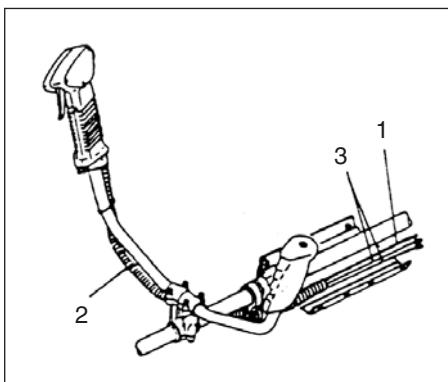

Fig. 1-3
Plaats de stopkabels (3) en de gaskabel (1) door de beschermende buis (2). Haak vervolgens de heupbescherming los en wikkel deze om de gaskabel (1) en de beschermde stopkabels (Fig. 1-3).